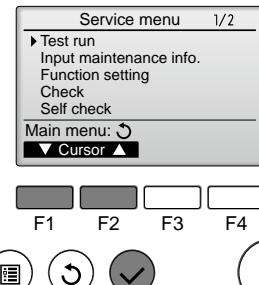

Fig. 8-1
- ① Выберите режим "Тестовый прогон" в Сервисном меню и нажмите кнопку [ВЫБОР]. (Fig. 8-1)